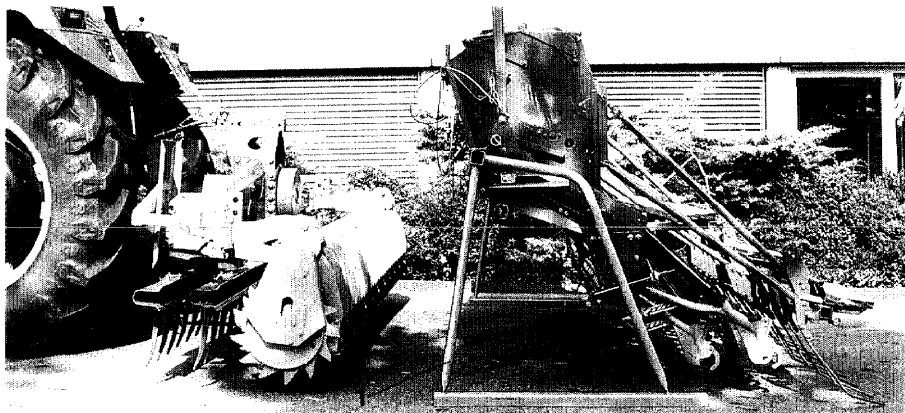

Fig. 12
- Door de combinatie achteruit aan de, op de wegzetsteunen staande opbouw-zaaimachine, toe te rijden (fig. 12)
Totale combinatie oplichten en wegzetsteunen (fig. 12/1) verwijderen.